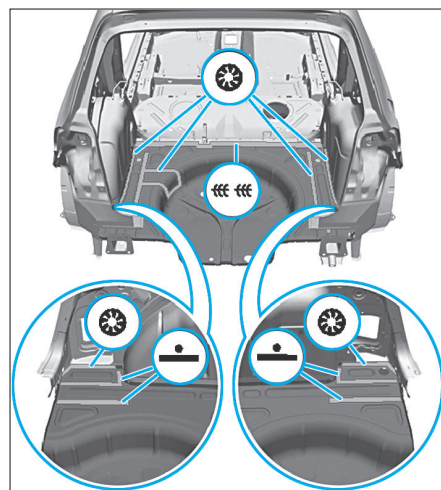

FIG. 158
- Souder le plancher de coffre à la pointeuse électrique et par bouchonnage (Fig.158).